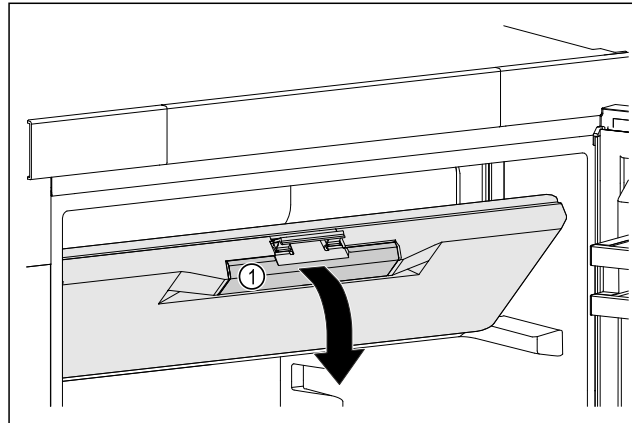

Fig. 46
- ▶ Возьмитесь за утепленную ручку Fig. 46 (1) на двери морозильного отделения.